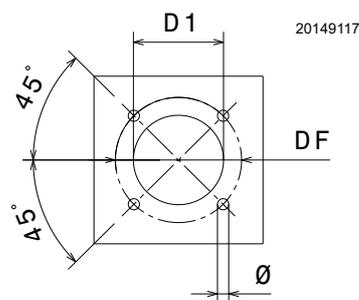

Fig. 14
Perforar la placa de cierre de la cámara de combustión como en la Fig. 14. Puede marcarse la posición de los orificios roscados utilizando la junta aislante que se suministra con el quemador.
- Introducir todo el quemador en el orificio de la caldera, preparado anteriormente (Fig. 14), y fijar con los tornillos suministrados.